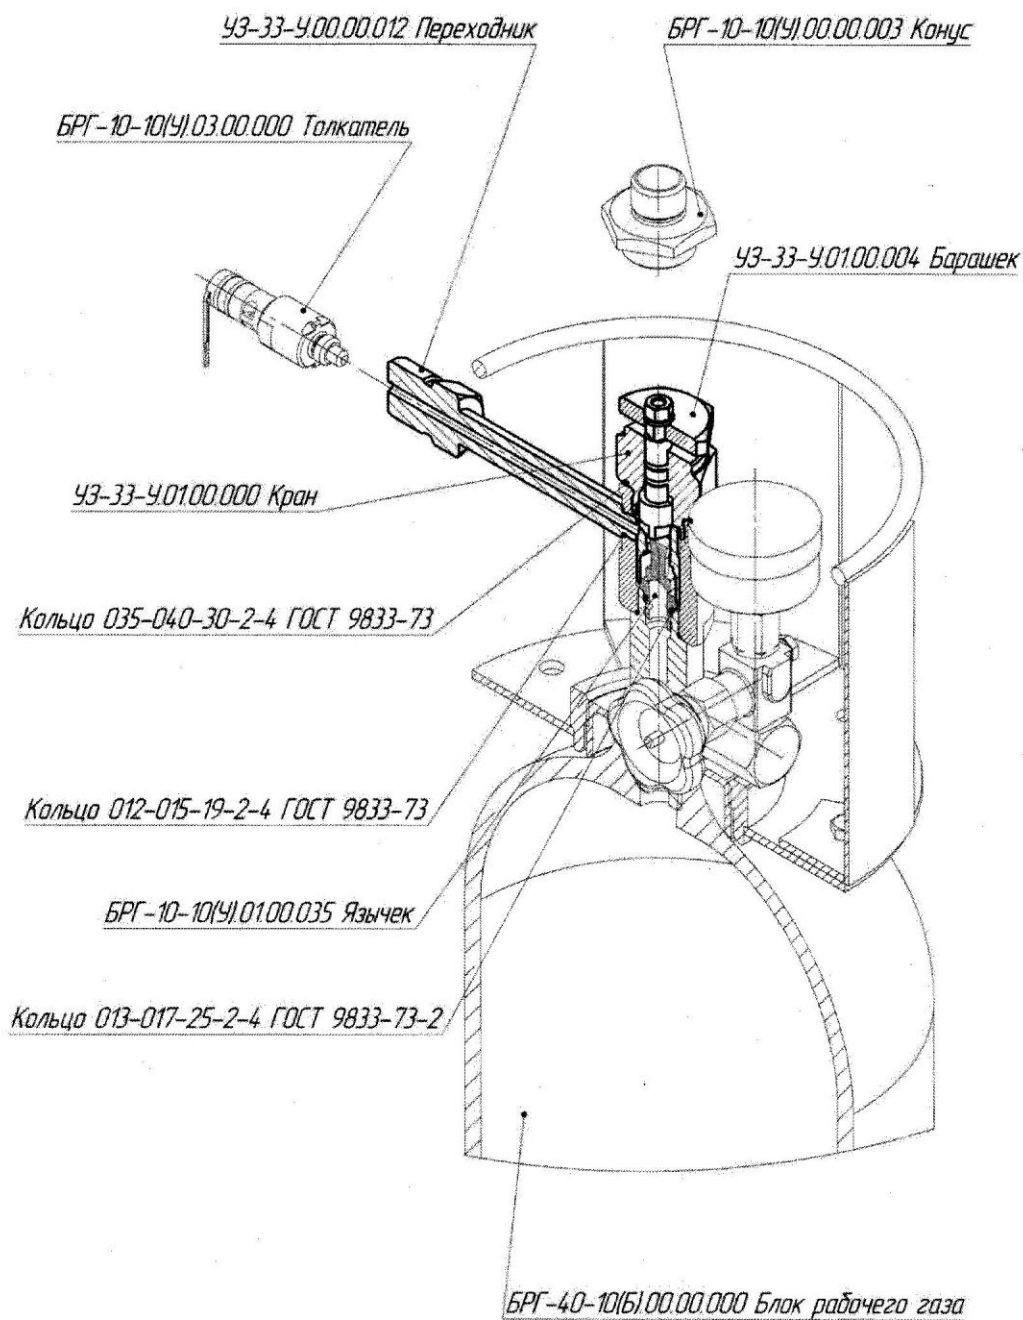

Рис.1
3. Произвести разборку ЗПУ БРГ (См.рис.1),